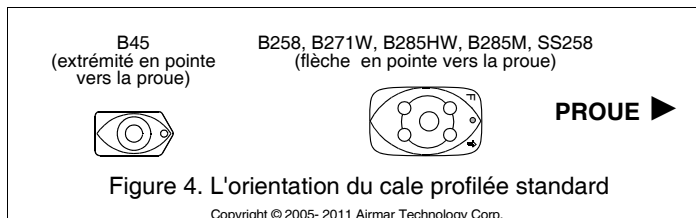

Figure 4. L'orientation du cale profilée standard
- Posez la cale profilée sur la table de sorte que le guide de découpe appuie contre la butée. La flèche / extrémité en pointe doit être orientée vers vous pour une pose sur le côté tribord du navire ou dans la direction opposée pour une installation sur le côté bâbord (voir Figure 4).
à aligner la sonde de sorte que l'extrémité arrondie/le bossage/la flèche soit orientée vers la proue du navire. Le côté long doit être parallèle à l'axe longitudinal du navire (voir Figure 4).
- De l'intérieur de la coque insérez la cale d'appui (en cas d'installation avec une cale profilée) et l'écrou de coque sur le câble. Appliquez la cale d'appui éventuelle contre la coque en veillant à ce que la flèche soit orientée vers la proue. Vissez l'écrou de coque et serrez-le avec une pince multiprise (voir Figures 4 et 5).